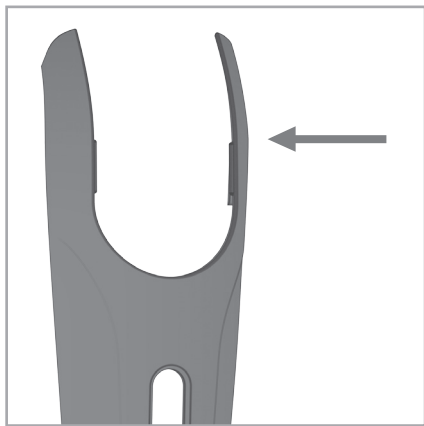
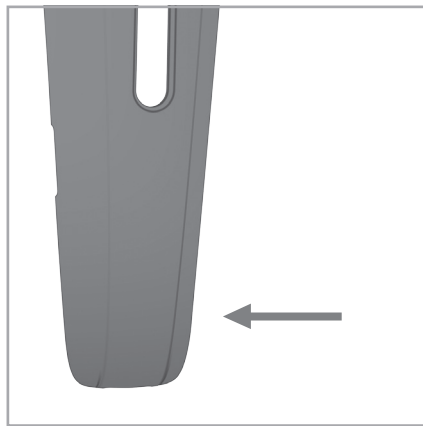

Fig.4
Fig.5
2. Расположить накладку корпуса на машинке для стрижки волос, слегка надавливая сначала на углубления в верхней части (рис. 4), а затем на нижнюю часть (рис. 5), пока не услышите щелчок, который будет означать, что крышка закреплена правильно.